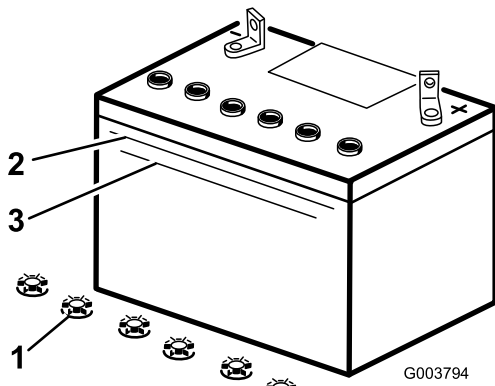

Figura 35
3. Mire hacia el lateral de la batería. El electrolito debe llegar a la línea superior (Figura 35). No permita que el electrolito esté por debajo de la línea inferior (Figura 35).
3. Retire los tapones de llenado de la batería (Figura 35).
4. Vierta lentamente agua destilada en cada célula de la batería hasta que el nivel de electrolito llegue a la línea superior (Figura 35) de la caja de la batería.
5. Espere de cinco a diez minutos después de llenar las células de la batería. Añada agua destilada, si es necesario, hasta que el nivel de electrolito llegue a la línea superior (Figura 35) de la caja de la batería.